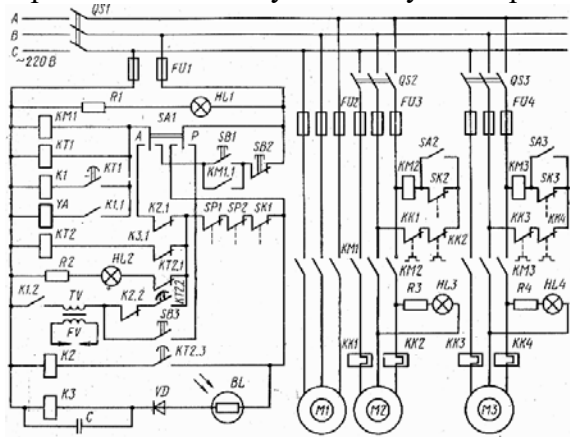

Рис. 4
4. Определить элементы схемы автоматики котла КОАВ-68 (рис. 4). Объяснить работу схемы, методы поиска неисправностей. Продемонстрировать работу включения котла, определить введенную в схему неисправность.